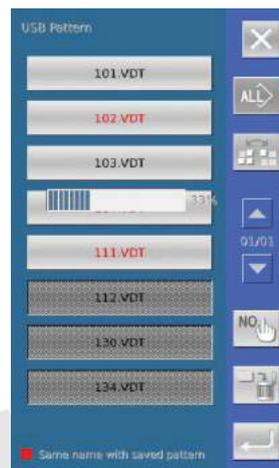

Figura 2
C. Pressione  para concluir a entrada padrão. Neste momento, os padrões e os padrões introduzido seleccionado partes do número de padrão idêntico, como se mostra na figura 2